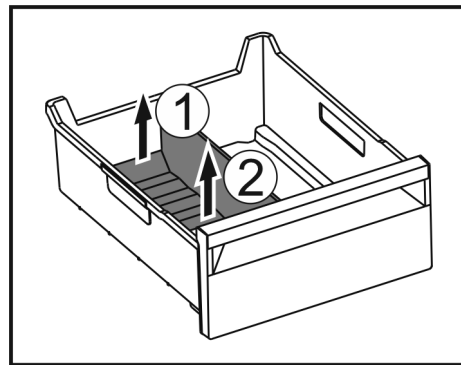

Fig. 170
- ▶ Ridicați partea posterioară a separatorului pentru compartimentul de gheață. Fig. 170 (1)
- ▶ Scoateți separatorul pentru compartimentul de gheață în sus. Fig. 170 (2)